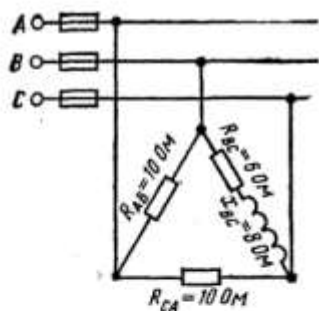

Рис. 13
**Задача № 71** Проводник длиной  $l$  (рис. 13), обладающий сопротивлением  $R_0$ , присоединен к зажимам источника питания с напряжением  $U$  и находится в однородном магнитном поле с индукцией  $B$ . В начальный момент в проводнике возникает ток  $I_0$ , и в магнитном поле на него начинает действовать сила  $F_n$  (пусковой режим). Под действием силы  $F_n$  проводник начинает двигаться перпендикулярно магнитным силовым линиям со скоростью  $v$ , в нем возникает противоЭДС  $E$ . Ток в движущемся проводнике  $I$ , на него при этом действует сила  $F$  (рабочий режим).